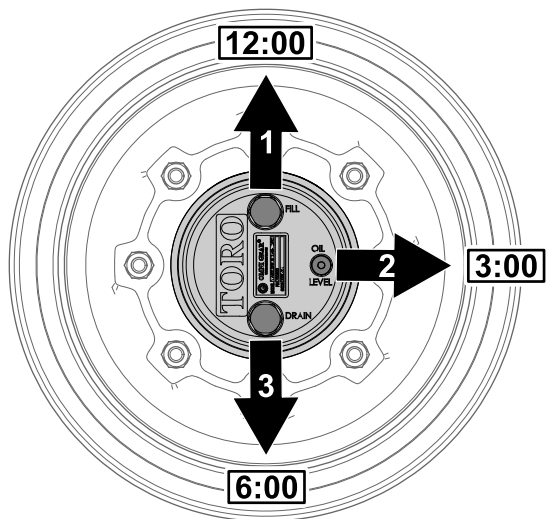

Figura 65
1. Parcheggiate la macchina su una superficie pianeggiante, posizionate la ruota in modo che il tappo di riempimento si trovi nella posizione a ore 12, il tappo di controllo nella posizione a ore 3 e il tappo di spurgo nella posizione a ore 6 (Figura 65).
2. Rimuovete il tappo di controllo nella posizione a ore 3 (Figura 65).
1. Parcheggiate la macchina su una superficie pianeggiante, posizionate la ruota in modo che il tappo di riempimento si trovi nella posizione a ore 12, il tappo di controllo nella posizione a ore 3 e il tappo di spurgo nella posizione a ore 6; fate riferimento alla Figura 65 in Controllo del lubrificante della trasmissione degli ingranaggi a ruotismo planetario (pagina 62).